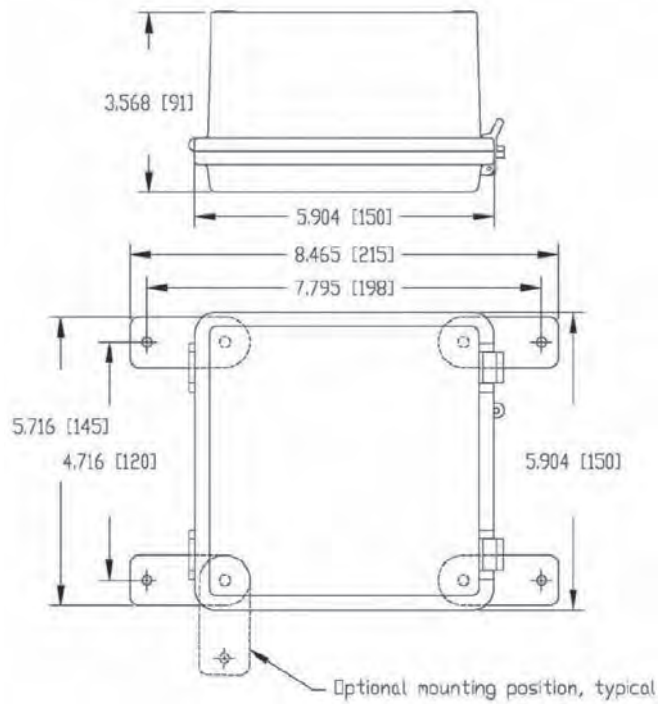

Figure 2 - Dimensions des boîtiers en plastique
2. 2. en plastique de type NEMA 4X (figure 2).